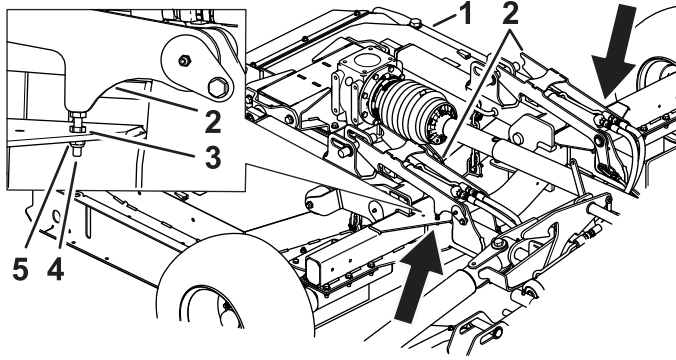

Figura 85
1. Afloje la contratuerca (Figura 85).
- Ajuste el perno hacia arriba o hacia abajo para corregir la posición del bloqueo de la carcasa para que se enganche correctamente en los pasadores de la carcasa (Figura 85).
- Después de ajustar el perno, apriete la contratuerca y la tuerca (Figura 85).